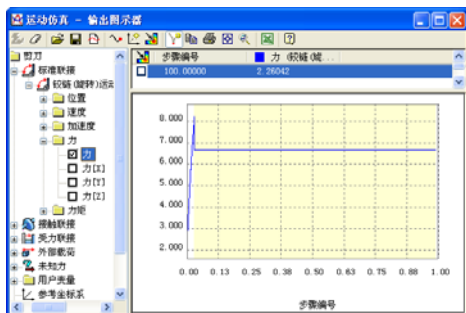

图 13-58 浏览器中力的设置及绘制出的曲线
(3) 在【输出图示器】的浏览器下，单击【铰链（旋转）运动】左边的按钮，展开【旋转运动】项，继续选择展开【力】项，选中【力】选项，如图 13-58 所示。
(4) 在仿真面板中选择【开始】按钮运行仿真，则【输出图示器】将显示力的视觉表达，如图 13-58 所示。